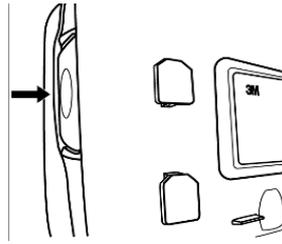

图 17
4. 如有必要，卸下过滤元件，按压过滤元件的卡口，从动力送风电机上拉出过滤元件，如图 17 所示：